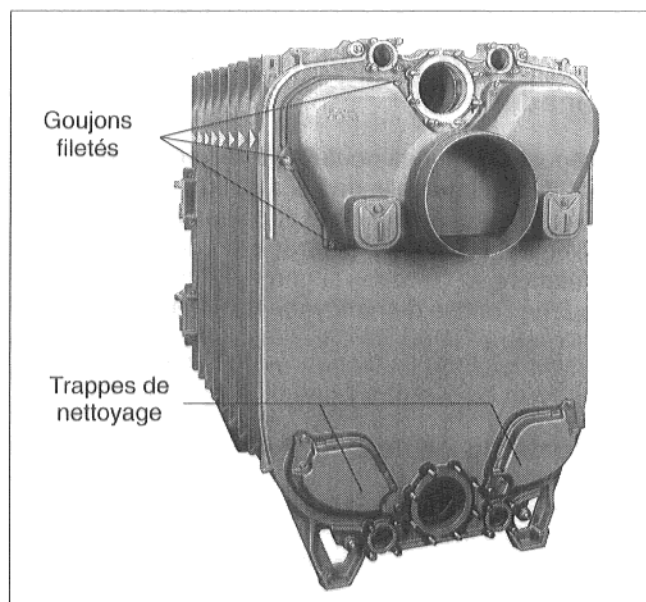

Fig. 22
- Positionner la boîte à fumées sur les goujons filetés de l'élément arrière de la chaudière comme indiqué Fig. 22. Enfoncer les rondelles plates sur les goujons filetés et visser la boîte à fumées à l'aide d'écrous.
- Placer les trappes de nettoyage sur les goujons filetés, visibles Fig. 22 enfoncer les rondelles plates sur les goujons filetés et visser les trappes de nettoyage à l'aide d'écrous.